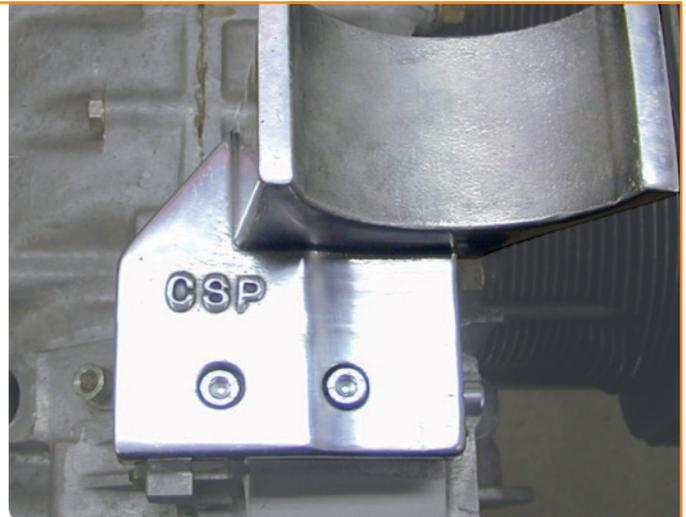

Fig.4
- Place the alternator stand on the engine case and secure it in place using two M8x20 allen head bolts along with matching washers. (Fig. 4)
- Setzen Sie nun den Limabock auf die Dichtfläche und fixieren Sie ihn mit Inbusschrauben M8x20 und 8 mm Unterlegscheiben an dem Befestigungsblock. (Fig. 4)